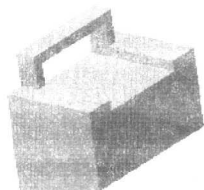

图 1.9 拉伸特征 3
Step5. 创建图 1.9 所示的拉伸特征 3。
(1) 选择命令。选择下拉菜单 **插入(I)** → **设计特征(D)** → **拉伸(E)** 命令 (或单击